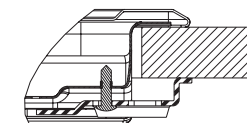

Рис. 1
1. Прикрутіть пружинні кріплення (А) (Рис. 1) за допомогою гвинтів, дотримуючись зазначених відстаней.
- Після того як електричні підключення були виконані, вставте варильну панель через верх стільниці та закріпіть її за допомогою пружинних кріплень, як показано на Рис. 1.